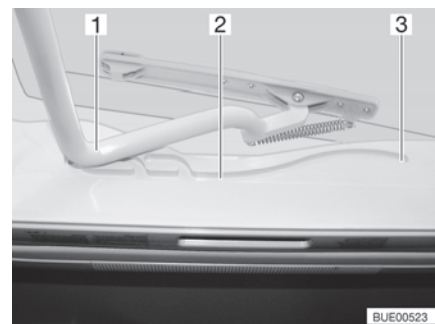

Bild 54 Spår (Heki-taklucka)
- Dra in bygeln (Bild 54,1) i spåren (Bild 54,2) till den bakersta positionen (Bild 54,3).
- Tryck bygeln (Bild 54,1) lätt uppåt med båda händerna.
- Drag bygeln till önskad position i spåret (Bild 54,2).